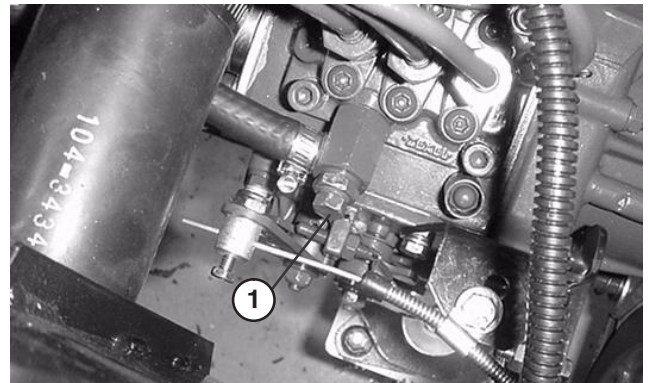

Bild 33
3. Öffnen Sie die Entlüftungsschraube an der Kraftstoffeinspritzpumpe (Bild 33).